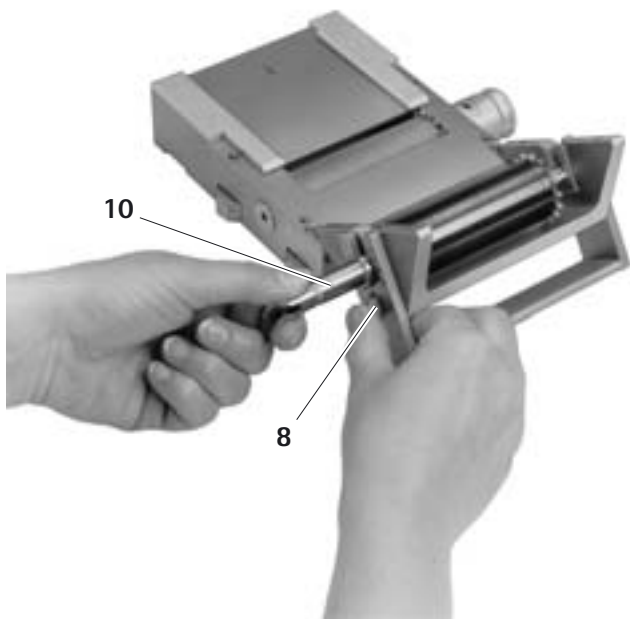

Рис. 3
- Задвижку **8** удерживать нажатой и одновременно тянуть за хвостовик **10**, чтобы высвободить режущий валик **2**, см. Рис. 3.
- Режущий валик **2** вдавить за хвостовик **10** в опорные шейки **20**, пока он не зафиксируется, см. Рис. 3.